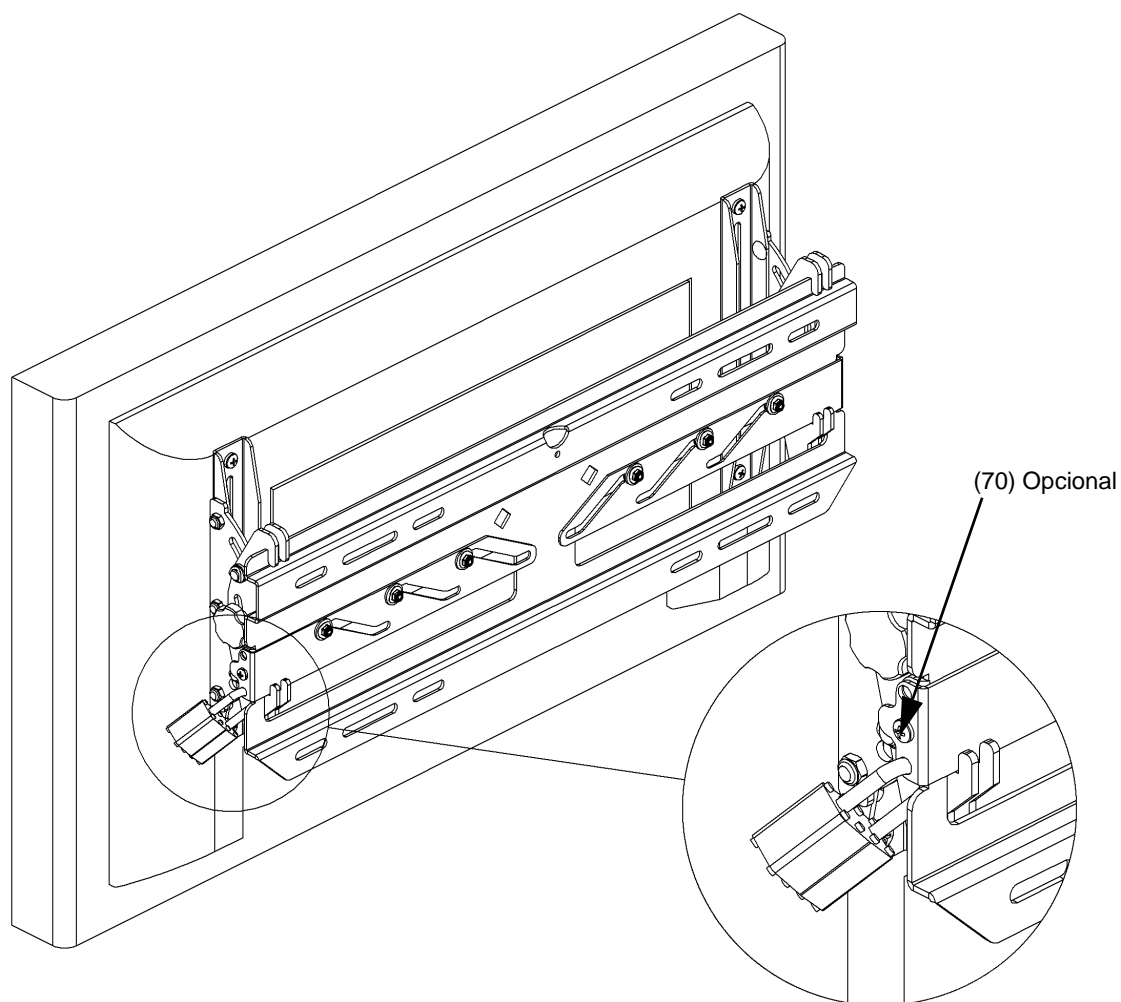

Figura 9. Instale o monitor
1. Coloque o monitor na placa de parede (10), encaixando os ganchos dos suportes (20 e 30) na parte superior da placa de parede (consulte a figura 9).
2. Prenda o monitor deslizando os engates, um de cada lado, para dentro (consulte a figura 9).
3. Se desejado, instale parafusos autoperfurantes (70) ou cadeados (não fornecidos) para segurança adicional (consulte a figura 9).